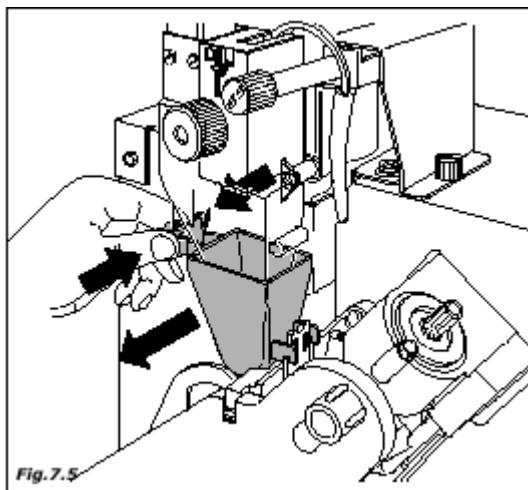

Fig. 7.5
- желоб и лоток для кофе (рис. 7.5)